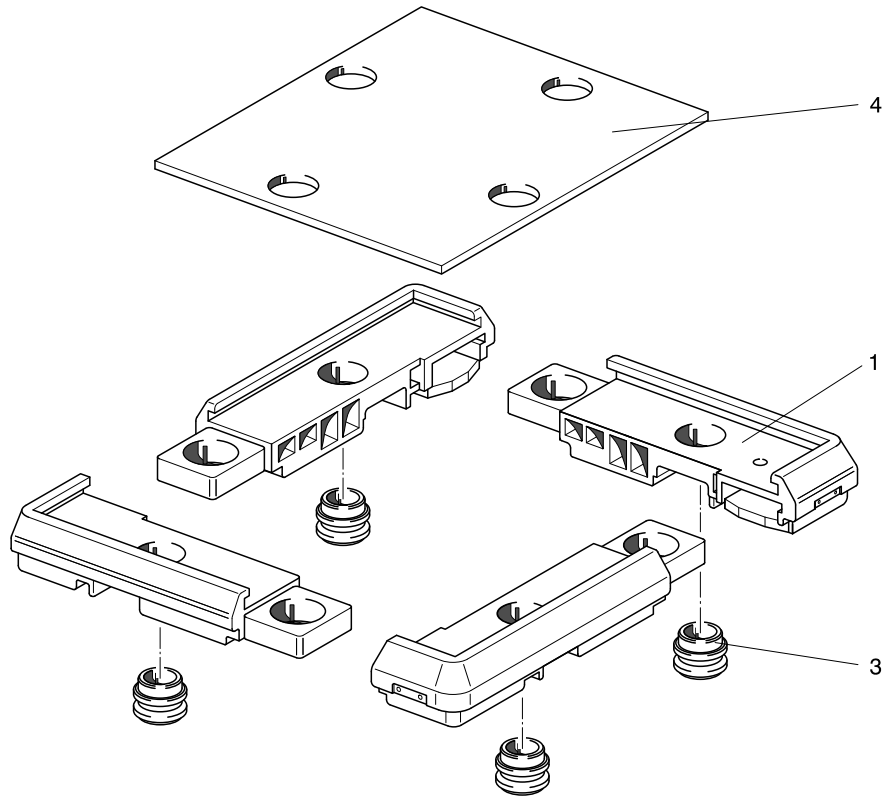

Fig. 1
- A: Zerlegt in Einzelmodulen als Bausatz (Fig. 1 + 2).
- A: Dismantled into individual modules (Fig. 1 + 2).
- A: Démonté en modules individuels (Fig. 1 + 2).
- A: Smontato in singoli moduli (Fig. 1 + 2).
- A: Desmontado en módulos separados (Fig. 1 + 2).